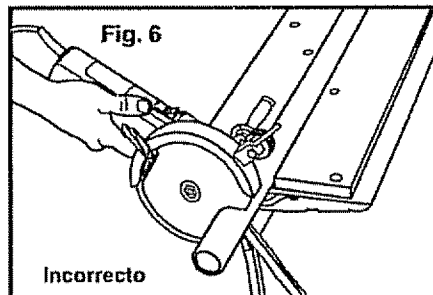

Fig. 6
**NUNCA** sostenga la sierra con una mano solamente (ver Fig. 6).